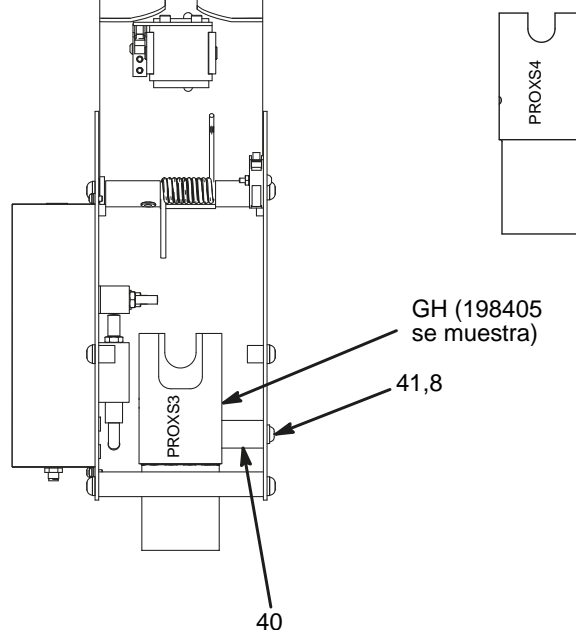
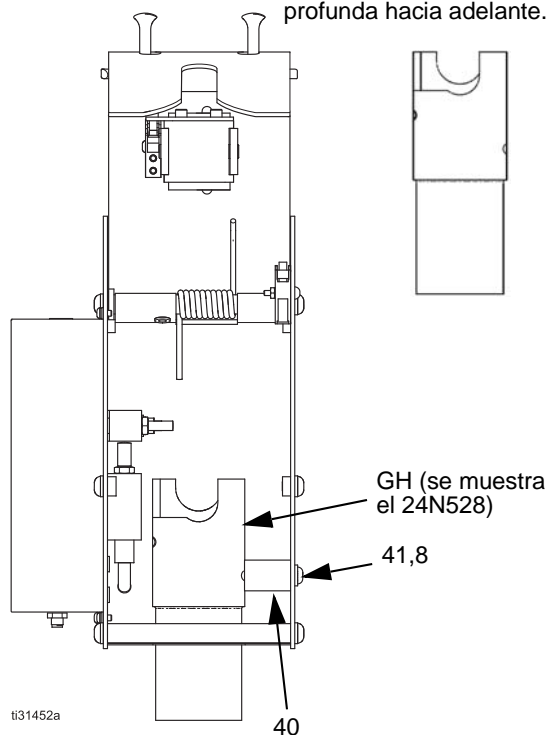

FIG. 4: Instalación del soporte de pistola (pistolas PRO Xs3 y Xs4)
FIG. 5: Instalación del soporte de pistola (pistola PRO Xp de 60kV)
2. Retire los dos tornillos y las arandelas (41, 8) que sujetan el soporte de montaje (40) al lateral derecho de la caja lavapistolas. Consulte FIG. 4 o FIG. 5.
3. Instale el soporte de pistola (GH, Gun Holder) y alinee los orificios de montaje con los orificios del soporte de montaje (40) y el lateral de la caja lavapistolas. Apriete mediante el uso de tornillos y arandelas (41, 8).